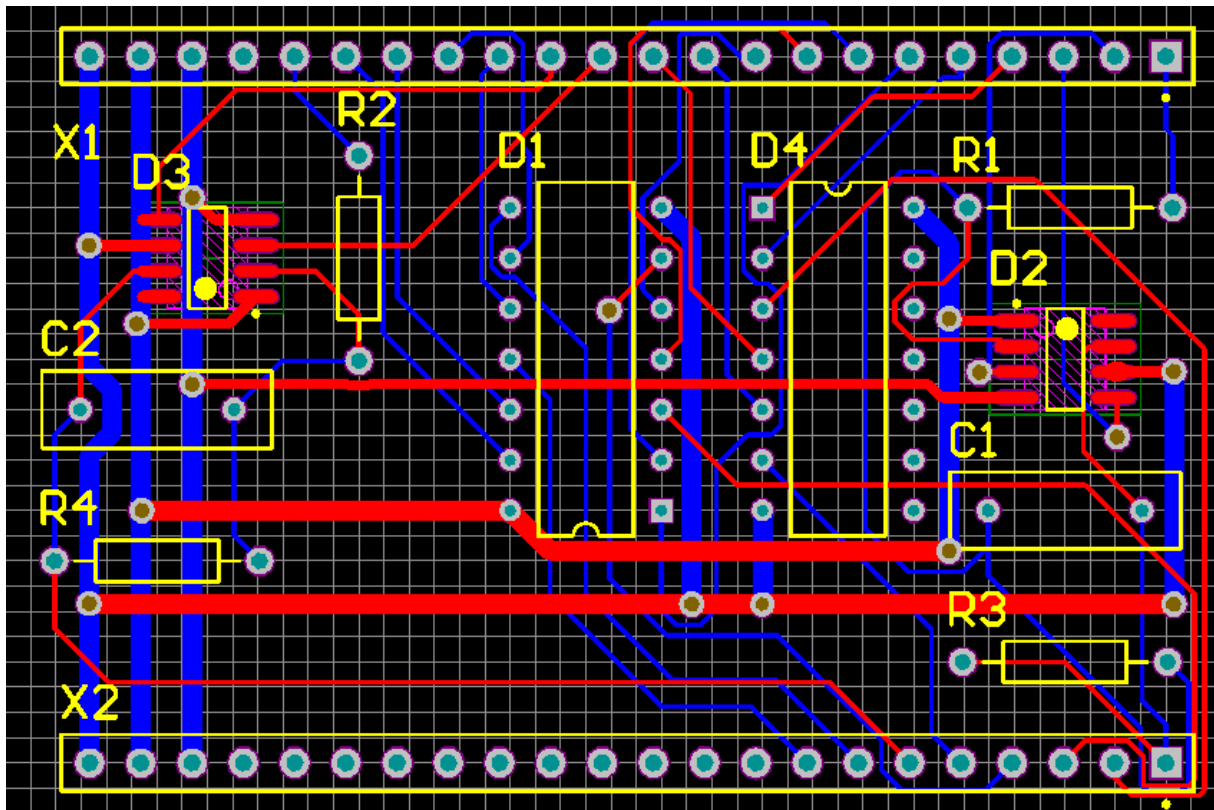

Рис. 124. Плата со всеми разведенными цепями
7. Выбрать Auto Route>>All. В открывшемся окне указать нужную ориентацию проводников: нажать кнопку Edit Layer Directions и, при необходимости, в столбце Current Setting изменить слой. Нажать кнопку Save Report As и сохранить файл в свою папку, а потом всю информацию из этого файла добавить в отчет. А также в окне Situs Routing Strategies установить две галочки (справа снизу): Lock All Pre-Routing (зафиксировать ранее разведенные цепи) и Rip-Up Violations After Routing (удалить конфликтующие участки топологии после трассировки). Нажать кнопку Route All. Дождаться окончания автотрассировки – в окне Messages в нижней строке появится запись Routing Finished... Результат представлен на Рис. 124.